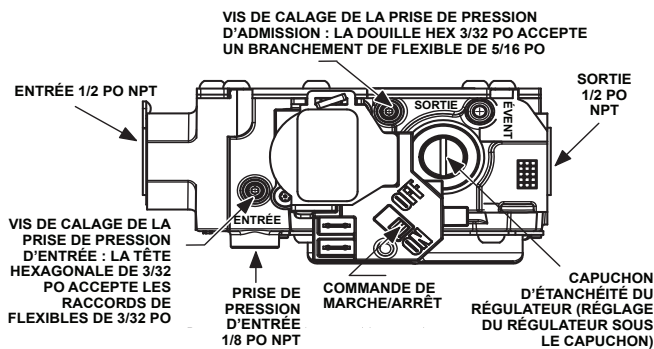

Fig. 63 – Soupape de gaz avec orifices de pression A170140FR
1. Réglez la pression d'admission de façon à obtenir le débit d'entrée de gaz approprié. Consultez la Fig. 63.
- e. Réglez l'interrupteur de la soupape de gaz en position de marche (ON).
h. Retirez le capuchon de réglage du régulateur de pression de la soupape de gaz et tournez la vis de réglage (tournevis plat 3/16 ou plus petit) dans le sens antihoraire (extérieur) pour diminuer le débit d'entrée, ou dans le sens horaire (intérieur) pour l'augmenter. Consultez la Fig. 63.